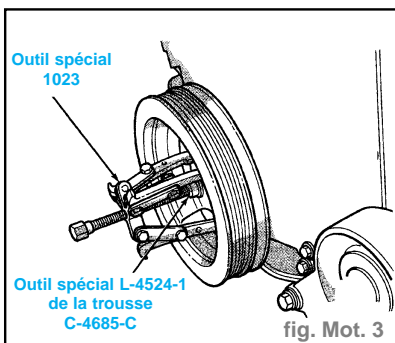

fig. Mot. 3
- Déposer l'amortisseur de vilebrequin (fig. Mot. 3).